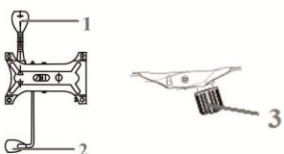

рис.1
В данном кресле используется синхромеханизм качания (рис.1), в котором присутствует 3 регулировки: (1) рычаг фиксации качания, (2) регулировка высоты. (3) пружинно-винтовой механизм (регулировка степени качания)